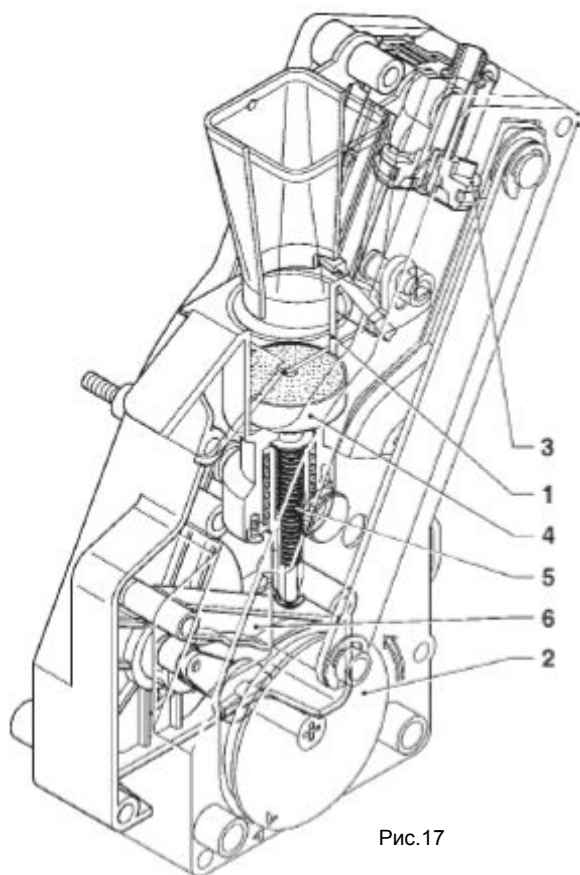
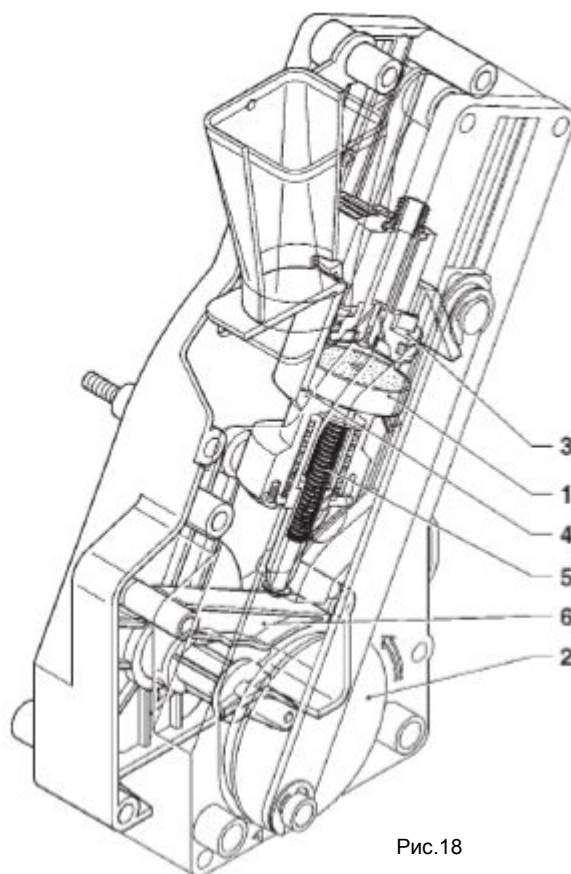

Рис.17
Рис.18
При выборе кофе во время работы кофемолки отделение поворачивается на 180° для перемещения камеры варки в вертикальное положение (см. рис. 17).
Кофе падает в вертикально расположенную камеру варки (см. рис. 17). Вал редукторного двигателя, снабженный диском (2), расположенным снаружи узла, поворачивается на 180°, раскачивая камеру для варки и опуская верхний поршень (3) (см. рис. 18).